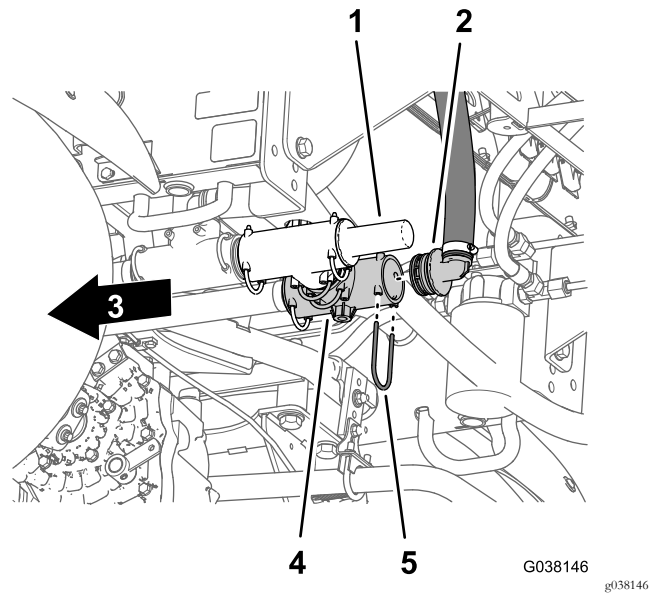

Figura 23
1. En la parte trasera de la máquina, retire la horquilla de retención que sujeta el acoplamiento dentado de 90° de la manguera de retorno al acoplamiento en T situado al interior de la válvula de alivio de presión (Figura 23).
2. Retire el acoplamiento dentado de 90° del acoplamiento en T (Figura 23).